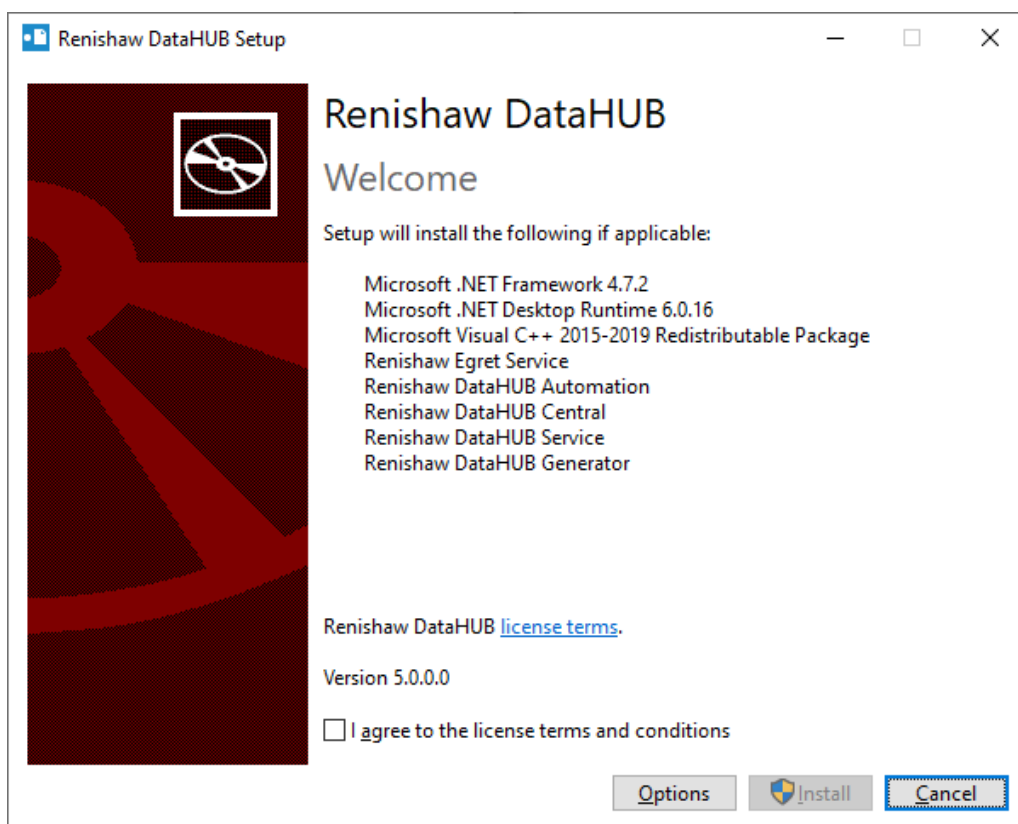

Abbildung 15 Liste der zu installierenden Komponenten
3. Beachten Sie die Liste der Komponenten, die installiert werden sollten. Wenn diese nicht bereits auf dem PC vorhanden sind, werden ihre Installationsprogramme im Rahmen des Gesamtvorgangs ausgeführt. Um Desktop-Verknüpfungen zu erstellen, klicken Sie auf **Options** (Optionen) und aktivieren Sie die entsprechenden Kontrollkästchen. Wählen Sie **Install** (Installieren) (siehe Abbildung 15).